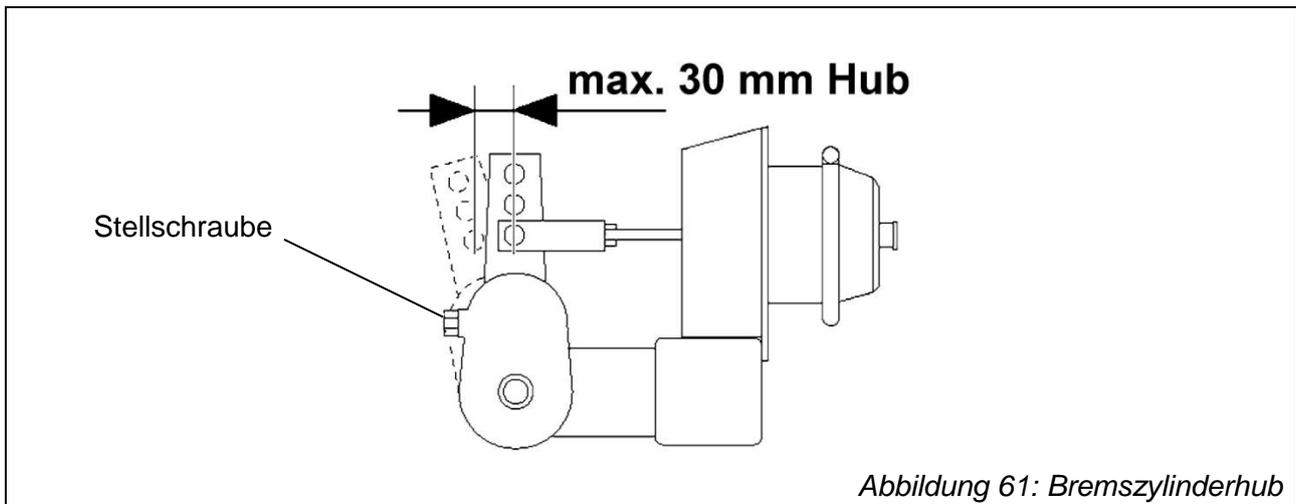

Abbildung 61: Bremszylinderhub
- ⇒ Messen Sie den Bremszylinderhub gemäß Abbildung 61.